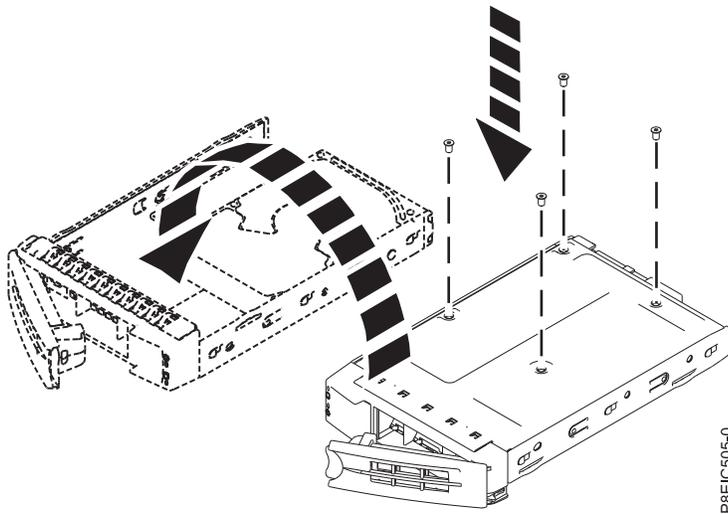

Abbildung 60. 2,5-Zoll-Laufwerk an der Halterung anbringen
- Ein 2,5-Zoll-Laufwerk muss an der Rückseite der Halterung positioniert werden. Drehen Sie die Halterung um und halten Sie dabei das Laufwerk und die Halterung fest. Befestigen Sie das Laufwerk mit vier Schrauben an der Unterseite der Halterung (siehe Abb. 60 auf Seite 94).